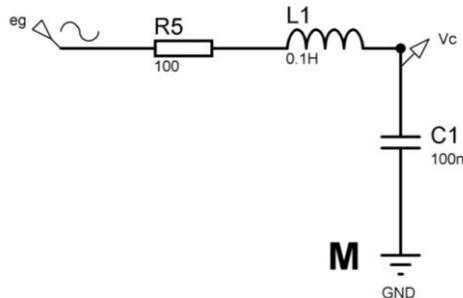

Figure 1. Circuit RLC à l'étude
1) Calculer tout d'abord la pulsation de résonance  $\omega_0$  du circuit de la Figure 1 en considérant qu'à cette pulsation particulière, la partie imaginaire de l'impédance totale du circuit est nulle. Donner la valeur numérique de la fréquence de résonance  $f_0$  en utilisant les valeurs des composants donnés en Figure 1.
4) Dessiner le circuit RLC de la Figure 1 sous le logiciel QCUS.